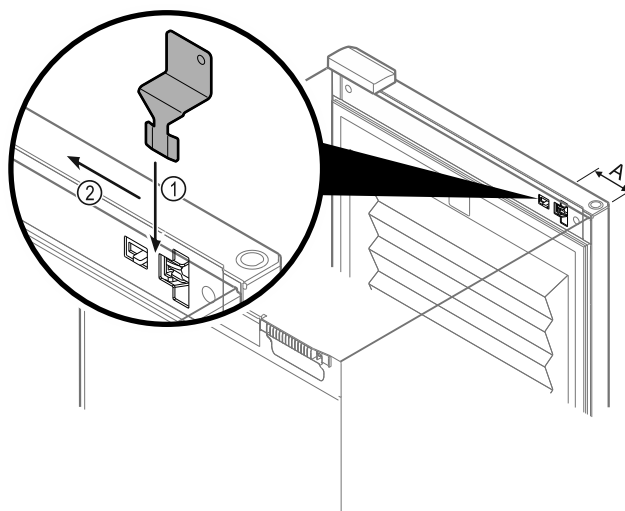

Fig. 100
- Klíč pro nouzové odblokování umístěte na dané místo *Fig. 100 (A)* ≈ 100 mm.
- Klíč pro nouzové odblokování *Fig. 100 (1)* zasuňte mezi dveře a korpus spotřebiče shora až na doraz.
- Klíč pro nouzové odblokování zatlačte ve směru závěsu. *Fig. 100 (2)*